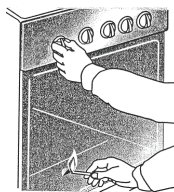

Рис. 12
- одновременно с поворотом ручки крана поднести горящую спичку к запальному отверстию (рис. 12);